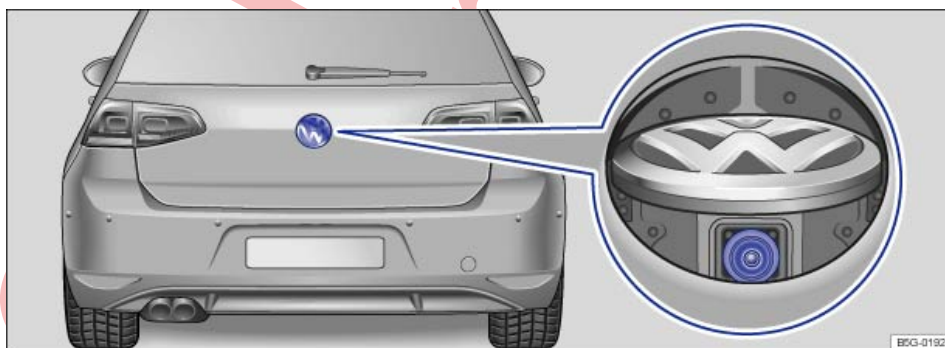

Fig. 190 En el portón trasero: ubicación de la cámara del asistente de marcha atrás. ▶
Una cámara incorporada en el portón trasero ⇒ fig. 190 asiste al conductor al aparcar marcha atrás o maniobrar. La imagen de la cámara se visualiza junto a unas líneas de orientación proyectadas por el sistema en la pantalla del sistema de infotainment montado de fábrica.
- ✓ La imagen tiene que ser fiable y clara, por ejemplo, se deberá tener buena visibilidad y la lente deberá estar limpia ⇒ fig. 190.
Las imágenes de la cámara ⇒ **fig. 190** (imagen ampliada) son solo bidimensionales. Por falta de profundidad espacial, es difícil o imposible apreciar
Mantenga la lente de la cámara ⇒ **fig. 190** (imagen ampliada) limpia y libre de nieve y hielo: